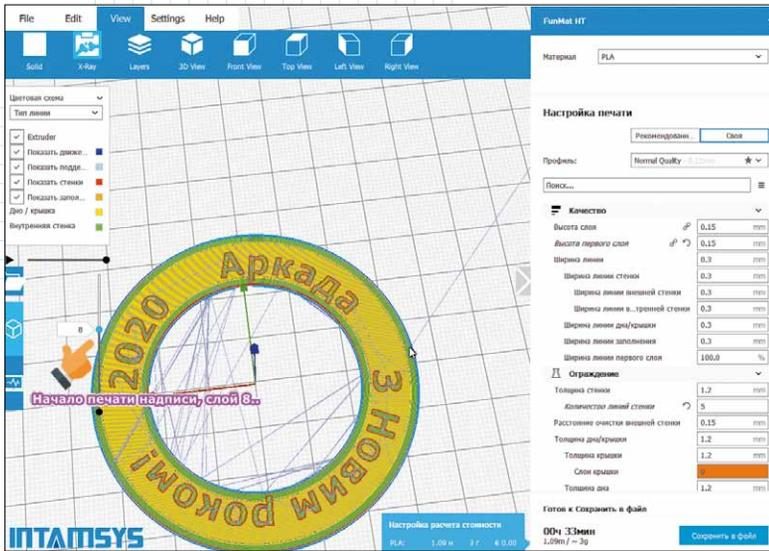

Рис. 9
- первым делом найдем в *IntamSuite* номер того слоя, с которого начнется печать другим цветом — для этого включаем подсветку *X-Ray*, после чего идем в меню *View* → *Layers* и ищем нужный номер слоя с помощью вертикального ползунка (рис. 9);